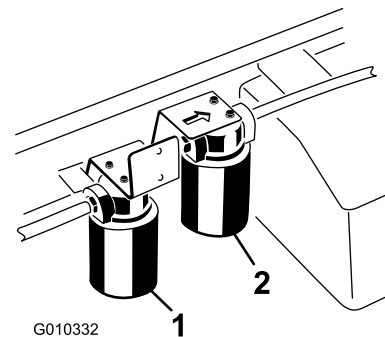

Figura 74
3. Coloque un recipiente debajo del filtro y retire el filtro (Figura 74).
1. Limpie la zona de montaje del filtro hidráulico de alto caudal (Figura 74).